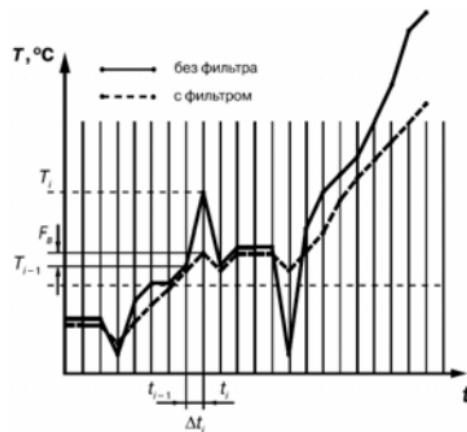

Рисунок 3.3
3.2.4.2 Во-первых, фильтр устраниет сильные единичные помехи (см. рисунок 3.3).
Если измеренное значение T_i отличается от предыдущего T_{i-1} на величину, большую, чем значение параметра F_b (заданная «полоса фильтра»), то прибор присваивает ему значение равное $T_{i-1} + F_b$ (рисунок 3.3). Таким образом характеристика сглаживается. Как видно из рисунка 3.3, малая ширина полосы фильтра приводит к замедлению реакции прибора на быстрое изменение входной величины. Поэтому при низком уровне помех или при работе с быстроменяющимися процессами рекомендуется увеличить значение полосы фильтра или отключить действие этого параметра. При работе в условиях сильных помех для устранения их влияния на работу прибора необходимо уменьшить значение в параметре «**полоса фильтра**».